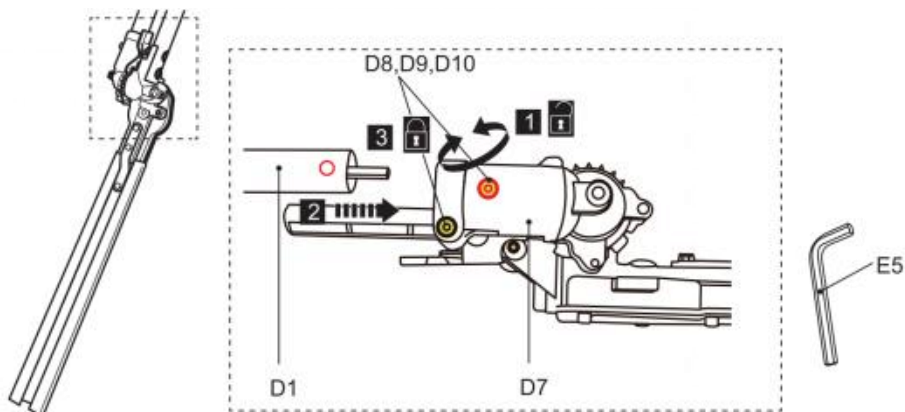

Fig. 20
1) Afloje los tornillos (D8) utilizando la herramienta (E5) hasta que el poste inferior (D1) pueda insertarse en el soporte (D7) (Fig. 20, paso 1). No retire los pernos (D8), las arandelas elásticas (D9) y las arandelas (D10) del soporte (D7).
3) Apriete los pernos (D8) para asegurar el poste inferior en su posición (Fig. 20, paso 3).